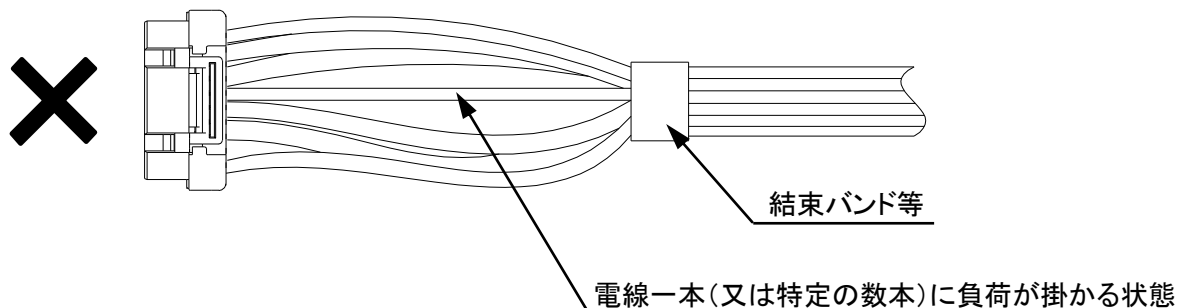

Fig.6 不適切なハーネス結束状態
- ② ハーネス品で、電線一本(又は特定の数本)に力が加わらない様にして下さい。(Fig.6)